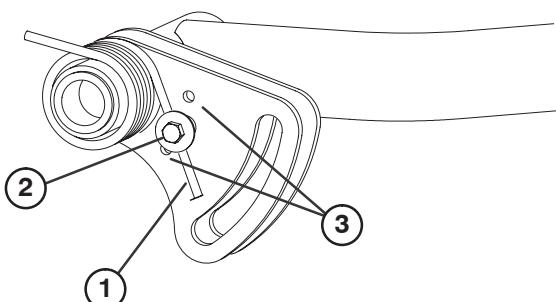

Figure 29
2. Retirez la vis et le contre-écrou de fixation tout en soulageant la tension du ressort (Fig. 29).
3. Placez le boulon de ressort dans la position de réglage souhaitée et mettez la vis et le contre-écrou de fixation en place, tout en soulageant la tension du ressort (Fig. 29).